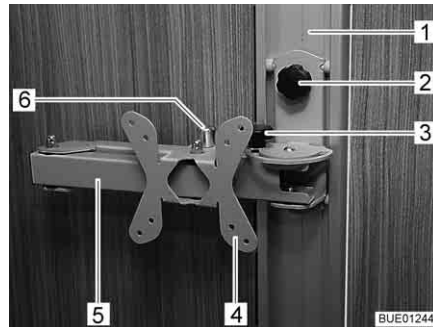

Bild 69 Halterung an Schiene
- Knebelschraube (Bild 69,2) lösen und Halterung (Bild 69,4) in der Schiene (Bild 69,1) in gewünschte Höhe bringen.
- Knebelschraube (Bild 69,3) lösen.
- Entriegelungsknopf (Bild 69,6) ziehen. Der Gelenkarm (Bild 69,5) ist entriegelt.
- Knebelschraube (Bild 69,3) wieder festziehen.
- Flachbildschirm in Ausgangslage zurückschwenken, bis Gelenkarm (Bild 69,5) hörbar in die Verriegelung einrastet.
- Knebelschraube (Bild 69,2) lösen, Halterung (Bild 69,4) in gewünschte Höhe bringen und Knebelschraube wieder festziehen.